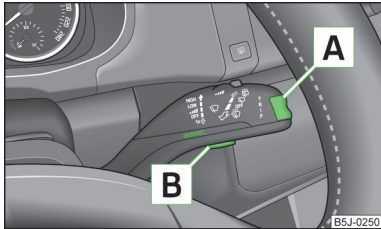

Fig. 6
Comutarea între cele două memorii se face de la tasta **B** » fig. 6 la pagina 13 din maneta de acționare a ștergătoarelor.
Tasta basculantă **A** » fig. 6 și tasta **B** se găsesc în maneta de acționare a ștergătoarelor de parbriz.
» Apăsăți repetat tasta **B** » fig. 6.
» Apăsăți scurt pe tasta basculantă **A** » fig. 6, în partea de sus sau în partea de jos. Astfel accesați consecutiv funcțiile individuale ale afişajului multifuncțional.
» Apăsăți mai lung tasta **B** » fig. 6.
Pe afişaj apare durata de deplasare de la ultima ștergere a memoriei. Dacă se doarește măsurarea timpului începând de la un anumit moment, atunci la acel moment memoria trebuie adusă la zero, prin apăsarea tastei **B** » fig. 6 la pagina 13.
Dacă se dorește determinarea consumului mediu de combustibil într-un anumit interval de timp, atunci trebuie adusă la zero memoria la începutul măsurării, cu ajutorul tastei **[B]** » fig. 6 la pagina 13. După ștergere, la parcurgerea primilor 300 metri, pe display nu va apărea nicio valoare.
Pe display apare distanța parcursă de la ultima ștergere a memoriei » pagina 12. Dacă se dorește măsurarea distanței de deplasare începând de la un anumit moment, atunci la acel moment memoria trebuie adusă la zero, prin apăsarea tastei **[B]** » fig. 6 la pagina 13.
Pe afișaj este indicată viteza medie în km/h de la ultima ștergere a memoriei » pagina 12. Dacă se dorește măsurarea vitezei medii într-un anumit interval de timp, trebuie adusă la zero memoria la începutul măsurării, cu ajutorul tastei **[B]** » fig. 6 la pagina 13.
- » Cu ajutorul tastei **[A]** » fig. 6 la pagina 13, selectați punctul de meniu **s-Warning** (avertizare depășire viteză).